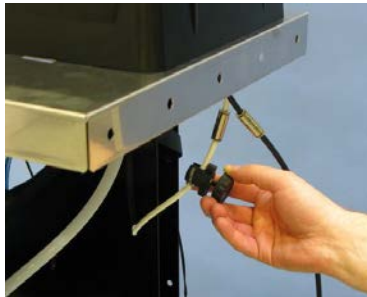

Figure 4
8. On peut changer le jet de pulvérisation de liquide propre en ajustant le débit d'air à l'aide du bouton situé du côté droit du nettoyeur de pistolet à peinture (voir la figure 4).